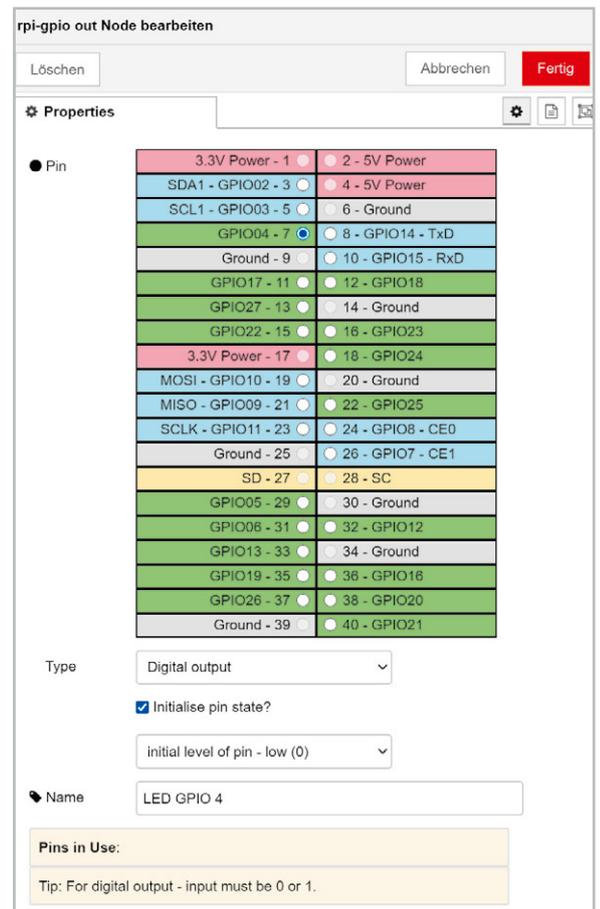

Bild 7: Konfiguration des `rpi-gpio-out`-Knotens
Als Nächstes ziehen wir zwei inject-Nodes in das Editor-Feld und geben in dem einen als Payload eine 1 (String az) ein und benennen ihn mit ON, der andere bekommt eine Payload mit 0 und als Name OFF. Als Nächstes ziehen wir einen `rpi-gpio-out`-Knoten in den Editor. Klicken wir diesen Knoten zur Konfiguration an, finden wir ein Pinbelegungsschema. Dort aktivieren wir GPIO 4, geben als Type einen Digital Output an, aktivieren „Initialise pin state“, setzen diesen auf low (0) und geben dem Knoten den Namen LED GPIO 4 (Bild 7).